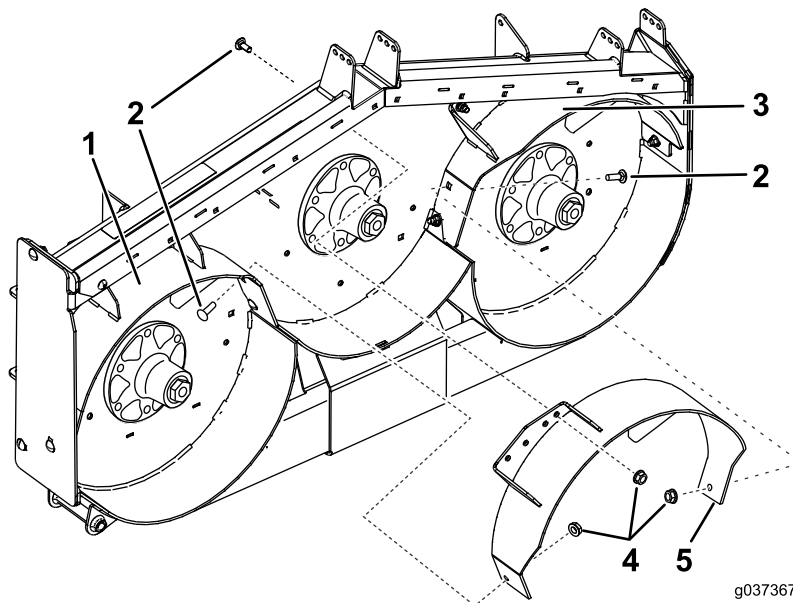
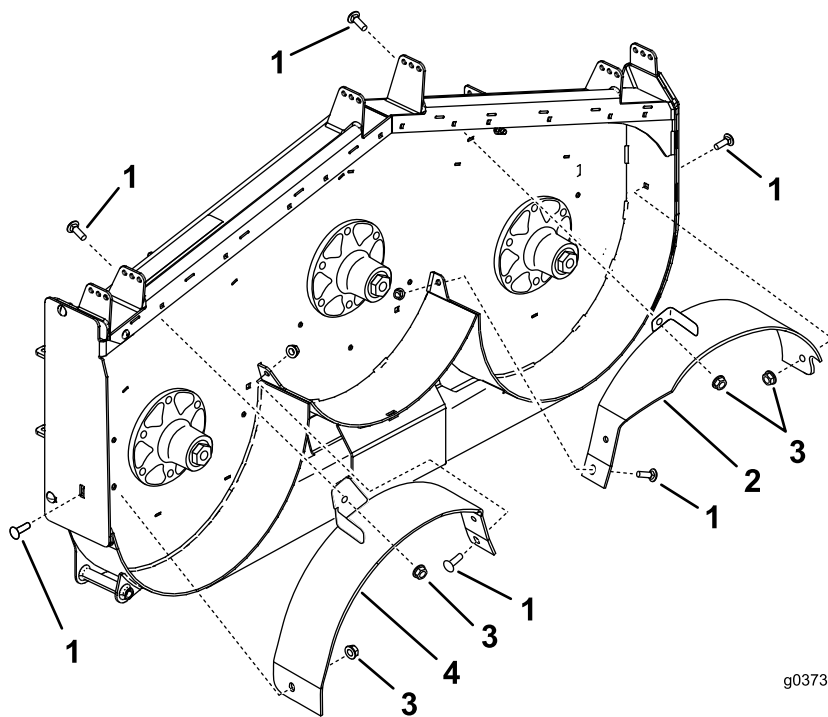
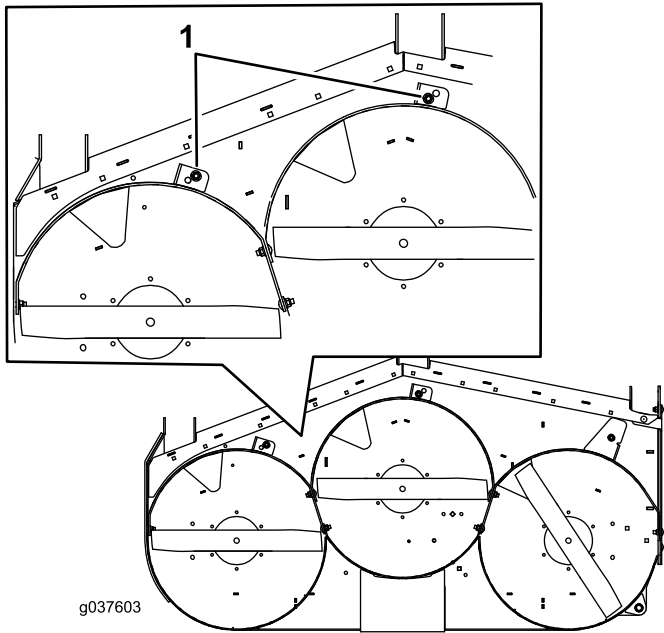
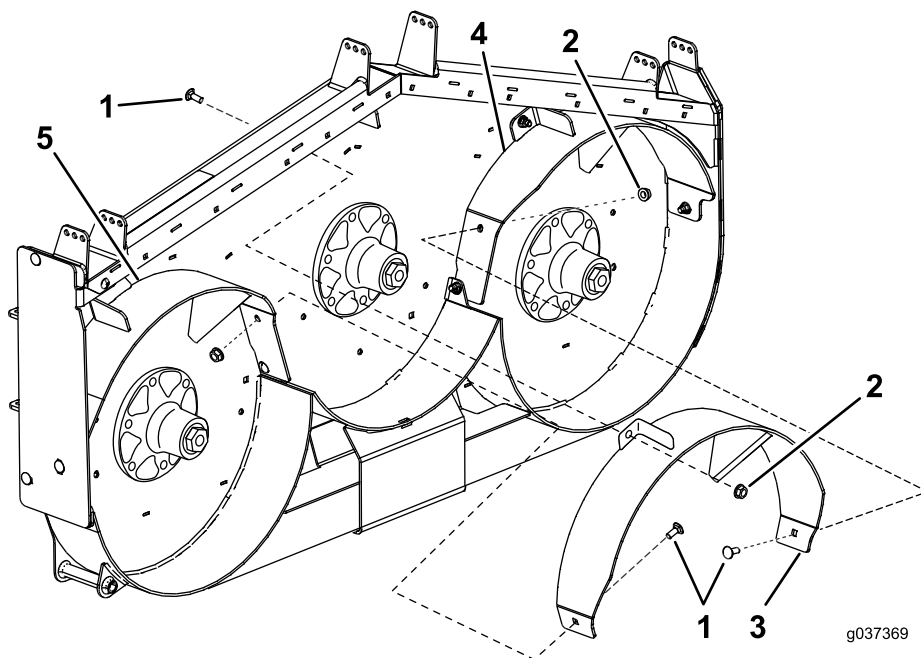

Figura 8
Figura 9
Figura 10
Figura 11
10. Montate, senza serrarlo, il deflettore centrale sul deflettore sinistro con 1 bullone a testa tonda (3/8" x 1") e 1 dado flangiato (3/8") come illustrato nella Figura 8. Fate riferimento a Figura 6 e Figura 7 per i fori corretti da utilizzare.
11. Montate, senza serrarlo, il deflettore centrale sul deflettore destro con 1 bullone a testa tonda (3/8" x 1") e 1 dado flangiato (3/8") come illustrato nella Figura 8.
Nota: Montate, senza serrarli, i deflettori per allinearli con tutti i fori del tosaerba (Figura 9).
- Montate, senza serrarlo, il deflettore destro sul piatto di taglio con 1 bullone a testa tonda (3/8" x 1") e 1 dado flangiato (3/8") come illustrato nella Figura 9.
- Montate, senza serrarlo, il deflettore sinistro sulla parte superiore del piatto di taglio con 1 bullone (3/8" x 1") e 1 dado flangiato (3/8") come illustrato nella Figura 9.
- Montate, senza serrarlo, il deflettore sinistro sul piatto di taglio con 1 bullone a testa tonda (3/8" x 1") e 1 dado flangiato (3/8") come illustrato nella Figura 9.
- Montate, senza serrarlo, il deflettore sinistro sulla parte laterale del piatto di taglio con 1 bullone a testa tonda (3/8" x 1") e 1 dado flangiato (3/8") come illustrato nella Figura 9.
- Montate, senza serrarlo, il deflettore destro sulla piastra di scarico con 1 bullone a testa tonda (3/8" x 1") e 1 dado flangiato (3/8") come illustrato nella Figura 9.
- Montate, senza serrarlo, il deflettore destro sulla parte superiore del piatto di taglio con 1 bullone a testa tonda (3/8" x 1") e 1 dado flangiato (3/8"). Vedere Figura 9 e Figura 10.
10. Montate, senza serrarlo, il deflettore centrale sul deflettore sinistro con 1 bullone a testa tonda (3/8" x 1") e 1 dado flangiato (3/8") come illustrato nella Figura 11.
11. Montate, senza serrarlo, il deflettore centrale sul deflettore destro con 1 bullone a testa tonda (3/8" x 1") e 1 dado flangiato (3/8") come illustrato nella Figura 11.
12. Montate, senza serrarlo, il deflettore centrale sulla parte superiore del piatto di taglio con 1 bullone (3/8" x 1") e 1 dado flangiato (3/8") come illustrato nella Figura 10 e nella Figura 11.
1. Serrate tutti i dadi e i bulloni (Figura 4, Figura 5, Figura 8, Figura 9 e Figura 11).